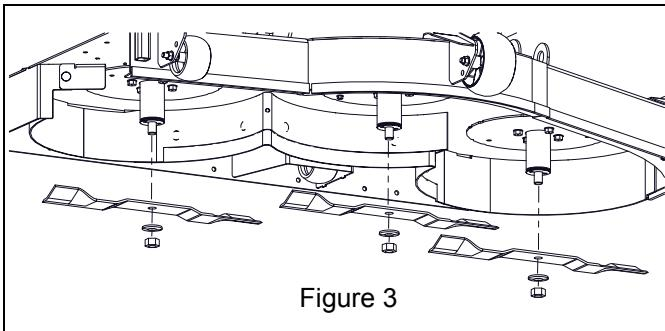

Figure 3
- Retirer les vis de 5/8" ainsi que les rondelles qui fixent les lames, puis déposer les lames. Conserver les lames pour travailler sans le kit à paillis. Conserver les écrous et les rondelles de montage du kit. Voir Figure 3.